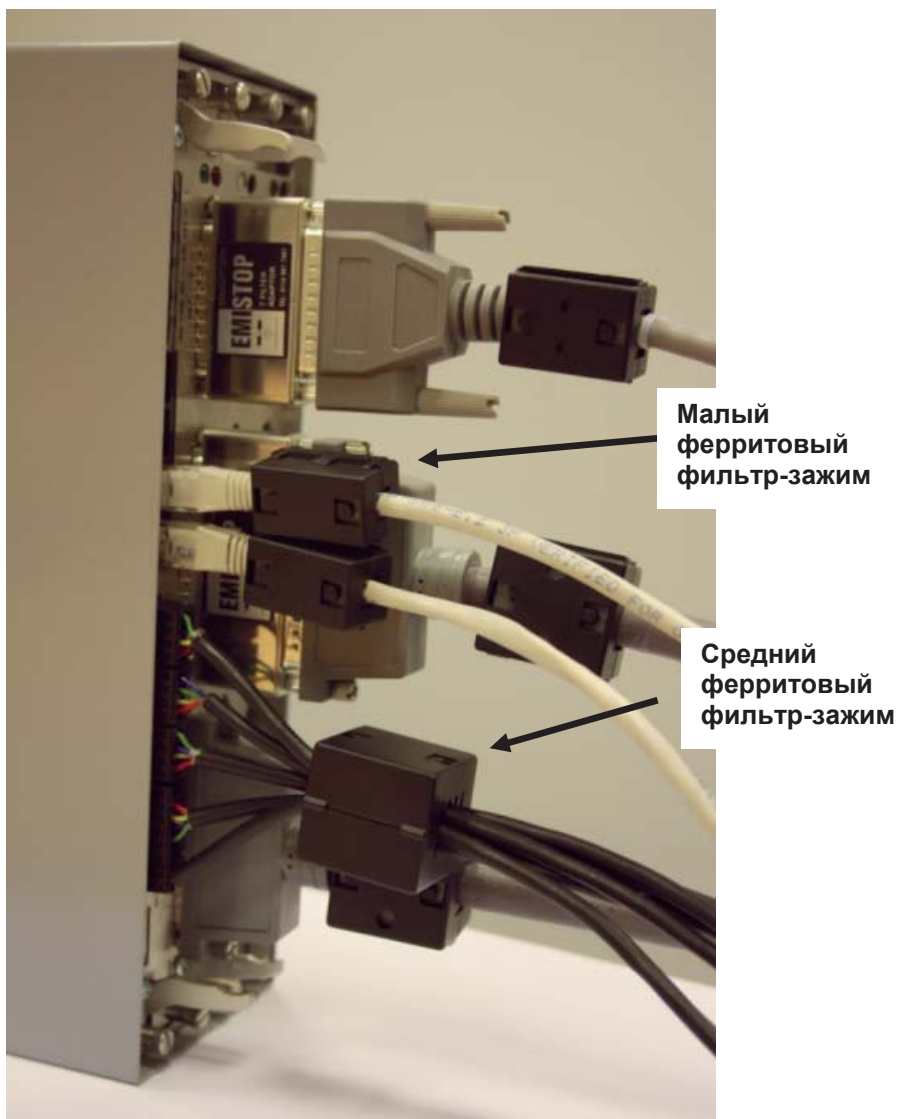

Рисунок 2-16. Фильтры-зажимы на проводке я ЦПУ, COM и Ethernet
8. Прикрепите средний ферритовый фильтр-зажим к проводке COM 5, 6, 7 и малый ферритовый фильтр-зажим – к кабелю Ethernet (см. *рисунок 2-16*).